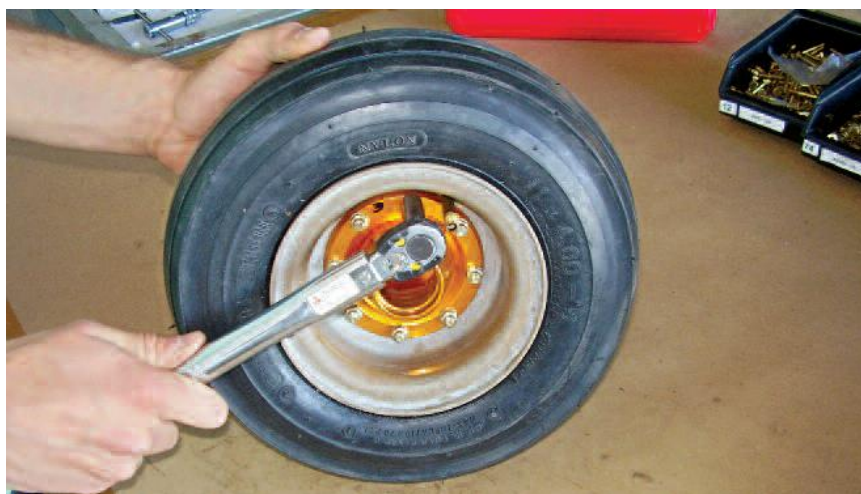

Figura 32.40.46 – Aplicação de torque nas porcas.
11. Aplicar o torque recomendado, de acordo com a tabela 1, as porcas AN363-1032 que compõem o conjunto da roda, ver figura 32.40.46. Utilizar um torquímetro de 10-3/4"□1/4" com faixa de 0-200 lb.in.